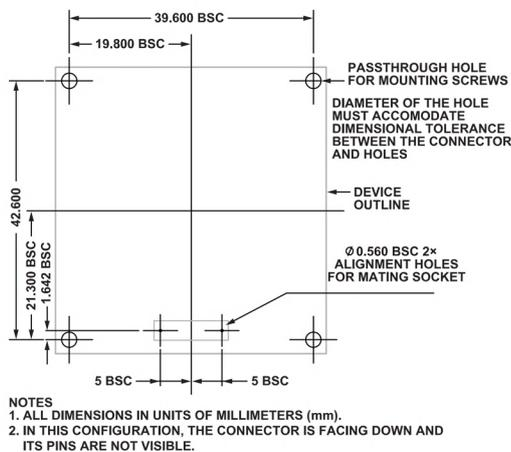
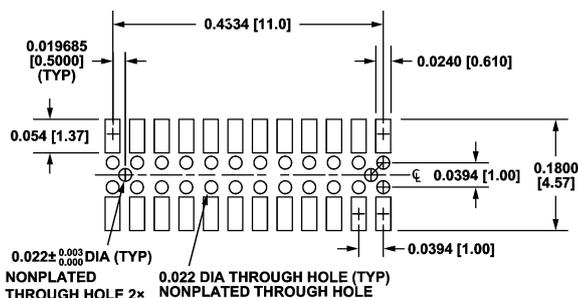

図 56. 推奨 PCB レイアウト・パターン (コネクタ下向き)
図 57. Samtec CLM-112-02-G-D-A を接続用コネクタに使用する場合の推奨レイアウトと機械的設計
- ▶ ADIS16545/ADIS16547 を接続用コネクタで PCB に取り付ける場合には (図 56 参照)、パススルー・ホールの直径を 2.85mm 以上としてください。
これらのガイドラインにより、パッケージを歪ませてセンサーにバイアス誤差を発生させるおそれがある不規則な荷重状態を防止することができます。取付け穴とコネクタ・アライメント・ピンのドリル位置の詳細を図 56 と図 57 に示します。